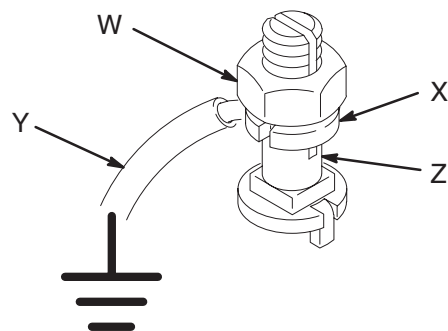

Fig. 2
Toutes les autres pompes: utiliser un fil et une pince de terre. Voir la Fig. 2. Desserrer l'écrou (W) de la borne de terre et la rondelle (X). Introduire l'extrémité d'un fil de terre (Y) de 1,5 mm² minimum dans la fente de la borne (Z), puis serrer solidement l'écrou. Brancher l'autre extrémité du câble sur une véritable prise de terre. Pour commander le fil et la pince de terre, indiquer la 222011.